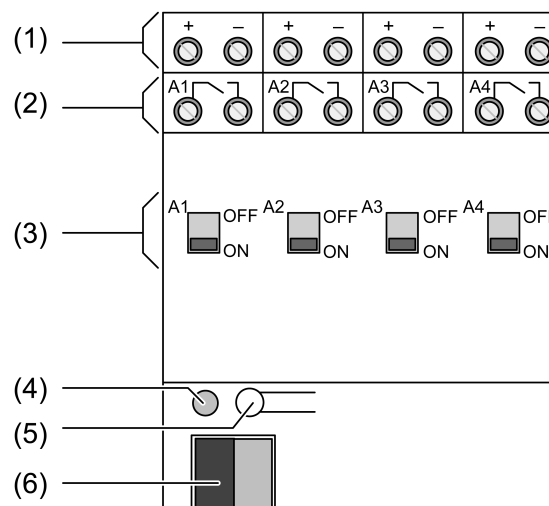

Figure 1
L'état des relais est indiqué par les interrupteurs coulissants (3) sur la face avant de l'appareil (Figure 1). Ils servent simultanément à la commande manuelle des sorties de relais avec un outil adapté.